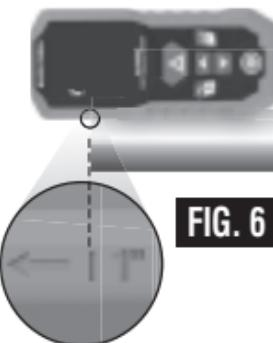

FIG. 6
(1 PO) (FIG. 6) : Lorsque le point de référence **A** est placé au sommet de l'appareil, le repère d'alignement de 25 mm (1 po) **⑭** peut être utilisé. Alignez le repère **⑭** avec la face avant de la surface à mesurer et prenez une mesure. Ajoutez 1 po (25 mm) pour calculer la mesure finale.